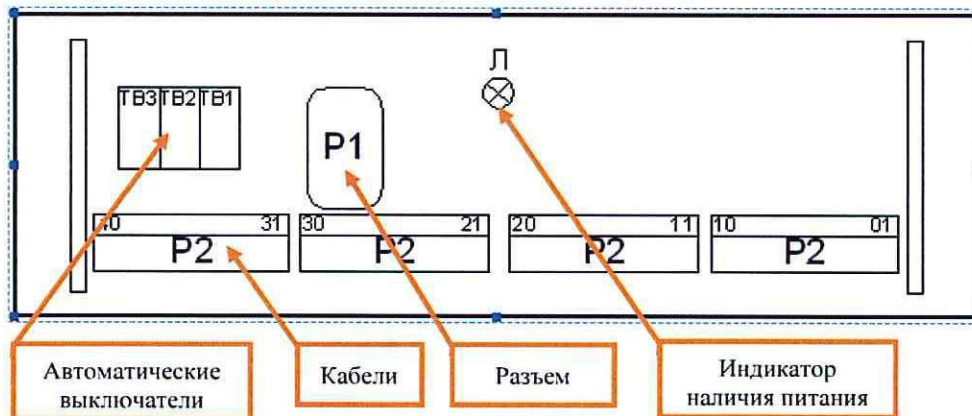

Рисунок 13. Отключаемые элементы от источника питания PSU-51 R.
«ON» в положение «OFF» при этом гаснет красный индикатор наличия питания (Рисунок 13).
7.7.4 Отсоединить от источника питания разъем с кабелем «P1» при помощи замка-защелки и отсоединить все подключенные к источнику питания кабели из посадочных мест «P2», руководствуясь рабочей документацией (Рисунок 13).